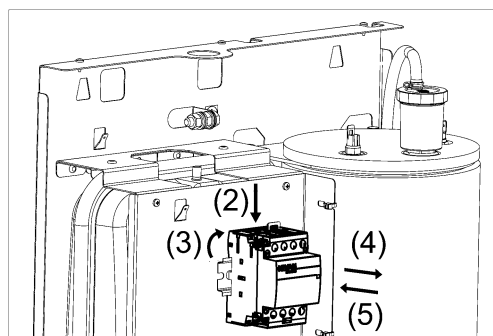

Рисунок 17. Замена электромагнитного контактора
- (1) Отсоедините все провода подходящие к контактору (см. рис. 17);
- (2) Нажмите плоской отвёрткой на “язычок” контактора;
- (3) Чуть поверните контактор в сторону;
- (4) Снимите контактор с DIN-рейки;
- (5) Установите новый контактор на DIN-рейку взамен прежнему;
- (6) Подсоедините к контактору провода в соответствии со схемами приведёнными в Приложении Г.